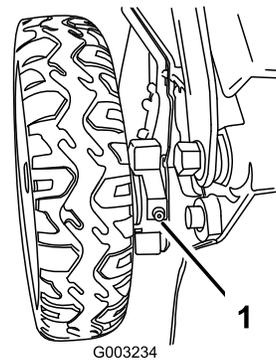

図 33
1. 後輪のすぐ内側にあるグリスフィッティングをきれいに拭く 図 33。